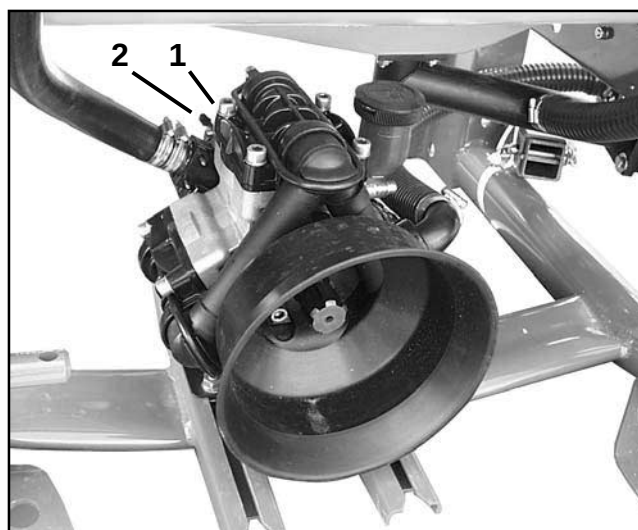

Fig. 9.5
Trykbeholderen (fig. 9.5/1, 9.6/1) sørger samtidig for den nødvendige trykudligning, når pumpen arbejder. Når stemplerne kører frem og tilbage - opstår der et stort tryk og derved sker der en pulseringsdæmpning.
Lufttrykket kontrolleres ved ventilen (fig. 9.5/ 2, 9.6/2) ved hjælp af en trykmåler og korrigeres eventuelt efter tabellen på følgende måde:
- Lufttrykket kontrolleres på ny, evt. korrigeres. Hvis lufttrykket igen reduceres i løbet af kort tid, skal membranen (fig. 9.5/ 2) i trykbeholderen udskiftes.